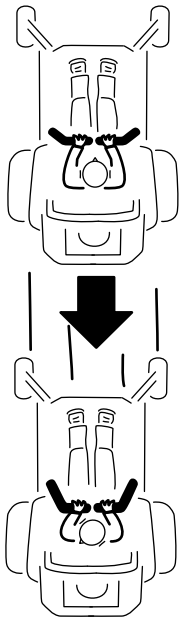

Bild 26
2. Ziehen Sie zum Rückwärtsfahren die Fahrtriebshebel langsam nach hinten (**Bild 26**).